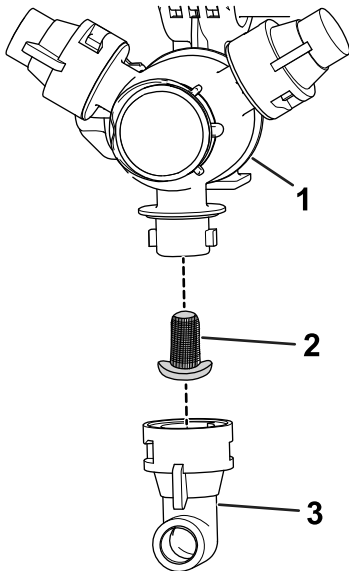

Figura 58
2. Retire o bico da cabeça de pulverização (Figura 58).
3. Retire o filtro do bico antigo (Figura 58).
4. Instale o novo filtro do bico (Figura 58).
5. Instale o bico na cabeça de pulverização (Figura 58).